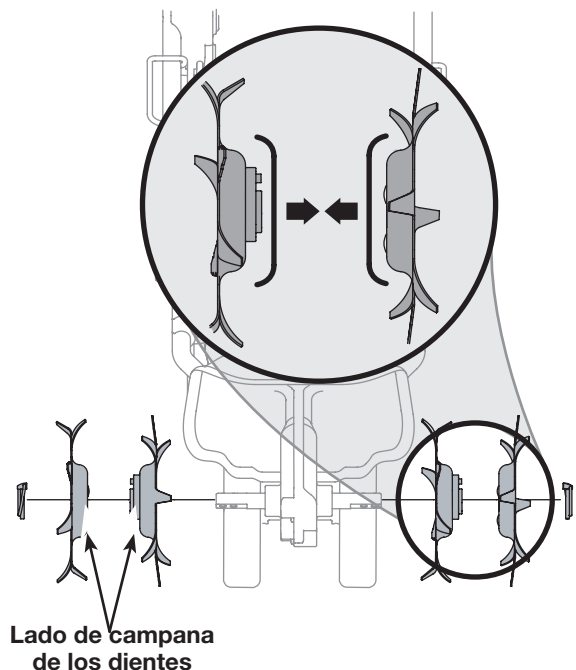

Fig. 9
**NOTA:** Cada montaje de dientes está estampado con "A" o "B" (Fig. 9). Tome nota de la ubicación de cada diente en el eje para facilitar su montaje de nuevo.
- Los extremos de campana en cada uno de los montajes (en cada eje) deben estar uno frente a otro (Fig. 9).
- El buje de cada montaje de dientes (Fig. 9) debe estar orientado hacia afuera (lejos de la caja de engranajes de la cultivadora).